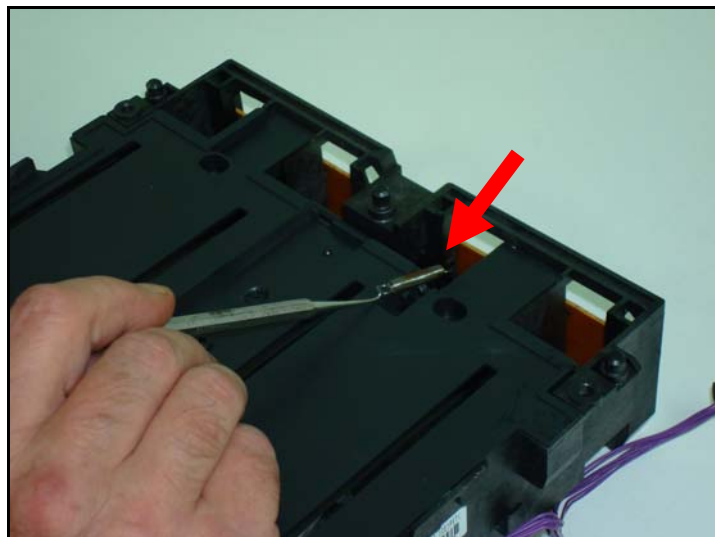

Figura 23
1. Colocar la unidad sobre la mesa de trabajo y con un gancho sacar el resorte del obturador, mostrado con una flecha en la figura 23.